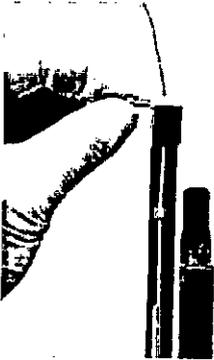

Figura 54
24. Afloje el tornillo del adaptador del tope de profundidad (1,8 mm). (Ver Figura 54)